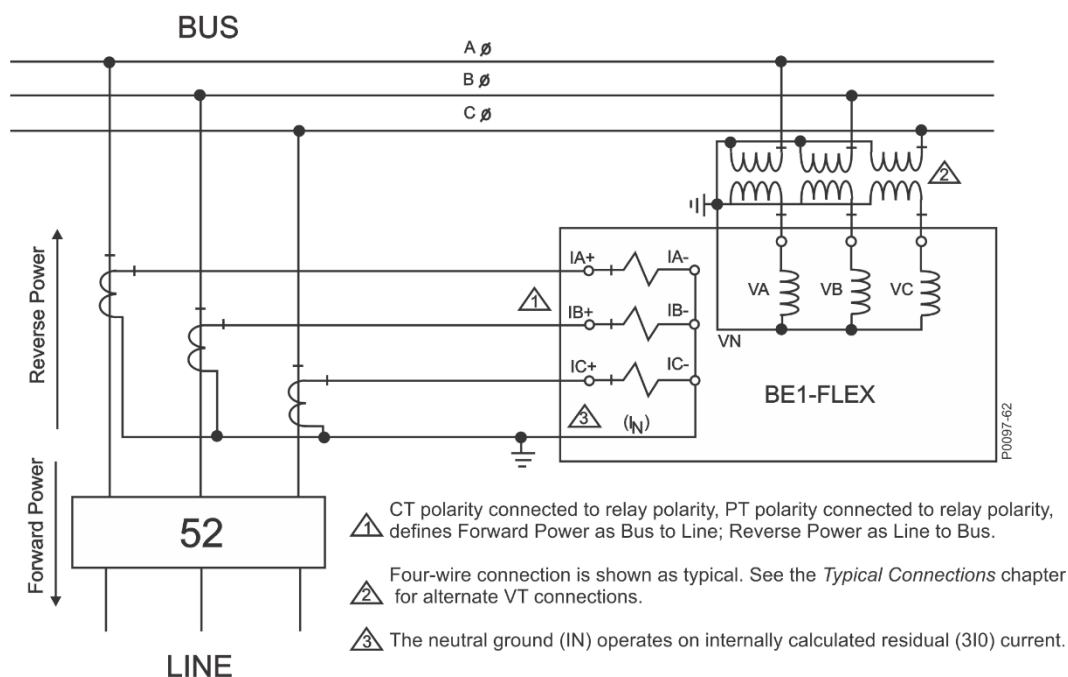
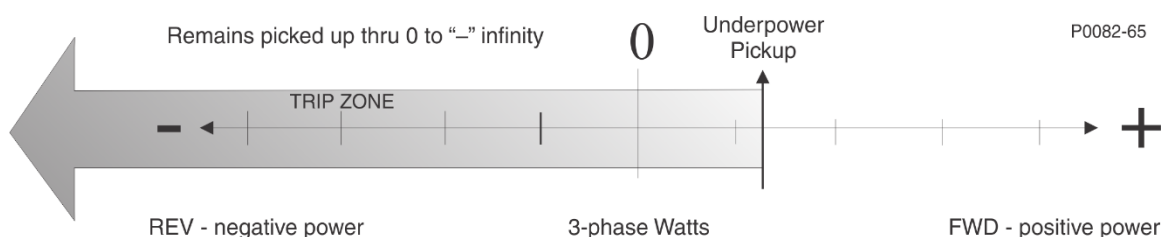

Figura 19-1. Dirección de flujo de potencia definida por la polaridad de las conexiones de tensión y corriente
Figura 19-2. Valores de activación de potencia directa e inversa
Además de superar el umbral de activación de potencia, la dirección del flujo de la potencia (directa o inversa) debe coincidir con el ajuste direccional del elemento 32, para que este pueda funcionar. En el BE1-FLEX, las direcciones directas e inversas están definidas por la polaridad de las conexiones de tensión y corriente al BE1-FLEX, como se muestra en la Figura 19-1. De acuerdo con la convención de polaridad de IEEE, la potencia directa se define como de bus a línea y la potencia inversa, como de línea a bus.
Los ajustes de activación de la potencia trifásica para los elementos potencia son siempre positivos, independientemente del ajuste direccional. Sin embargo, es útil visualizar la dirección directa como potencia positiva y la dirección inversa como potencia negativa, con el fin de comprender la respuesta del elemento. Si pensamos en términos de una escala directa e inversa con el cero (0) en el medio como se muestra en la Figura 19-2, la potencia positiva y negativa fluye en relación con el ajuste direccional directo e inverso. Por ejemplo, piense en una aplicación de interconexión, donde el suministro de energía eléctrica del área (red de servicio eléctrico) requiere que el suministro de energía eléctrica local (fuente de generación que no proviene de la red de servicio eléctrico) se separe del suministro de energía eléctrica del área (dispara el cortacircuitos de interconexiones) si alguna potencia fluye hacia el suministro de energía eléctrica del área. Para fines ilustrativos, suponga que el BUS en la Figura 19-1 es el suministro de energía eléctrica local, 52 es el cortacircuitos de interconexiones y LÍNEA es el suministro de energía eléctrica del área. El flujo de potencia normal corre desde el suministro de energía eléctrica del área hasta el suministro de energía eléctrica local, que es una instalación industrial con generación local utilizada para la nivelación de picos.
Al suponer la polaridad de las conexiones de corriente y tensión como se muestra en la Figura 19-1, la tensión directa se define como que fluye hacia el suministro de energía eléctrica del área y la potencia inversa se define como que fluye hacia el suministro de energía eléctrica local. Para esta aplicación, el elemento 32 se debe configurar para que se dispare en una condición de subpotencia mínima en la dirección inversa (hacia el suministro de energía eléctrica local). Por lo tanto, los ajustes serían Inverso, Sub y 1 vatio. Para aumentar la detección, el modo de selección del modo debe ser tres de tres, lo que requiere que cada potencia de fase descienda por debajo de un tercio del ajuste de potencia trifásica o 0.33 vatios. Suponga que la potencia normal absorbida por la carga es 4 kW en la dirección inversa o negativa de nuestra escala. Si se pierde la carga en forma repentina en la planta industrial, mientras se está realizando la generación de nivelación de picos, la potencia puede fluir hacia el suministro de energía eléctrica del área, según la relación de la carga con la generación. Lo que era 4 kW negativos pasa a través de 0 vatios en su recorrido hasta un nivel de potencia positiva. Sin embargo, al hacer esto, pasa a través del umbral de disparo de subpotencia negativa de Inversa, Sub, 0,33 vatios/fase, lo que da como resultado un disparo de 32 y la apertura del cortacircuitos del circuito de interconexiones. De 0,33 negativo al infinito positivo, el elemento 32 permanece en una condición de activación como se muestra en la Figura 19-2. Se debe incluir un retardo del disparo para garantizar que el elemento 32 no funcione en una condición de potencia transitoria.